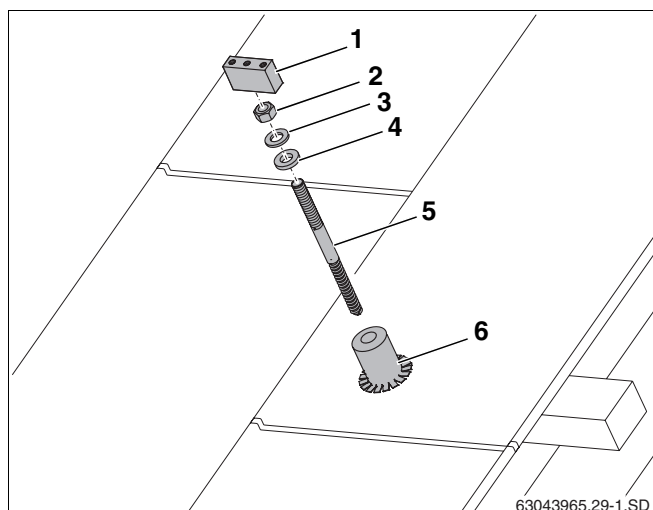

Fig. 27 Montaje sobre cubierta de chapa
En lugar de los ganchos de tejado deben montarse tornillos de doble rosca (fig. 27, **pos. 5**) para fijar los perfiles guía. Al realizar el montaje, respete las distancias (w, x e y) de los tornillos de doble rosca (tab. 5 y tab. 6, pág. 14).
Para garantizar la impermeabilidad del tejado, durante la instalación es necesario soldar los casquillos (fig. 27, **pos. 6**) para los tornillos de doble rosca (fig. 27, **pos. 5**) sobre el tejado de chapa.